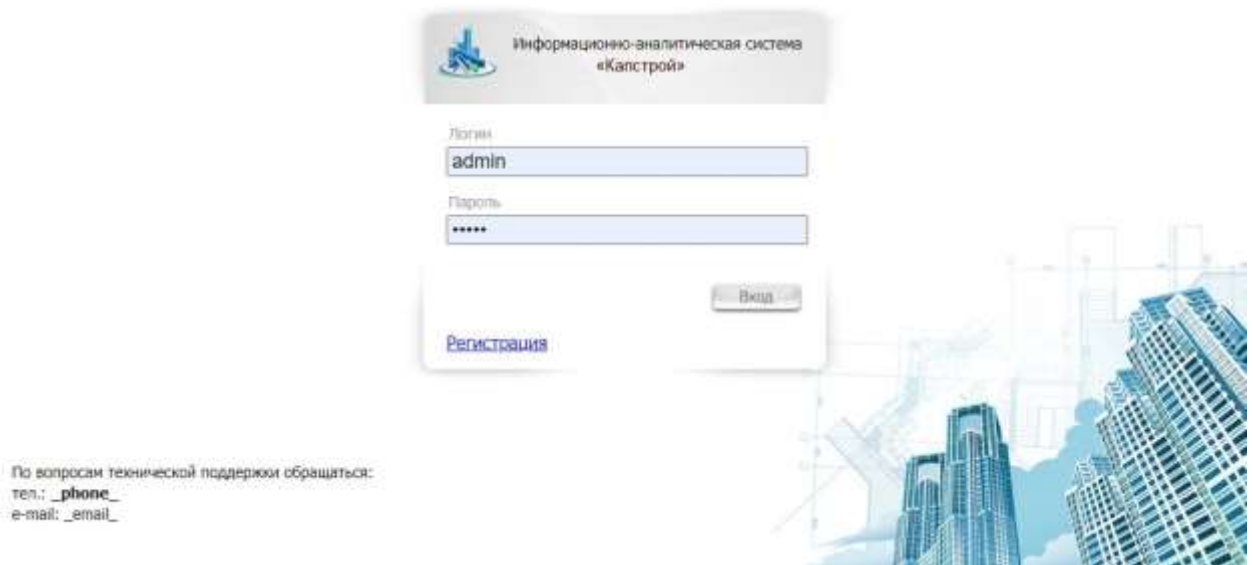

Рис. 2. Авторизация в Системе
- 4) в окне идентификации ввести логин и пароль и нажать клавишу [Enter] (или кнопку «Вход») (Рис. 2);